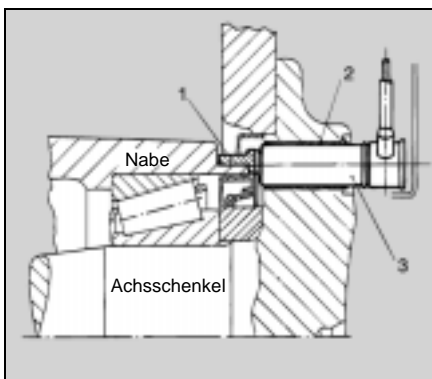

Fig. 3: ABS Sensor installation – Vorderachse –
Der induktive Sensor (Abb. 3) besteht aus Permanentmagneten mit einem Polstift und einer Spule. Der magnetische Fluß um die Spule wird durch die Drehbewegung des Polrades geändert. Dadurch wird eine Wechsellspannung erzeugt, deren Frequenz direkt proportional zur Radgeschwindigkeit ist.
Abb. 3 zeigt die typische Einbausituation von Polrad (1), Klemmbuchse (2) und Sensor (3) an einem Vorderrad. Die Klemmbuchse muß mit einem temperaturbeständigen und wasserfestem Fett (z. B. Silikonfett) montiert werden, um die Achsschenkel-Bohrung vor Korrosion und Schmutz zu schützen. An der Hinterachse befinden sich die Polräder in ähnlicher Weise an der Nabe. Der